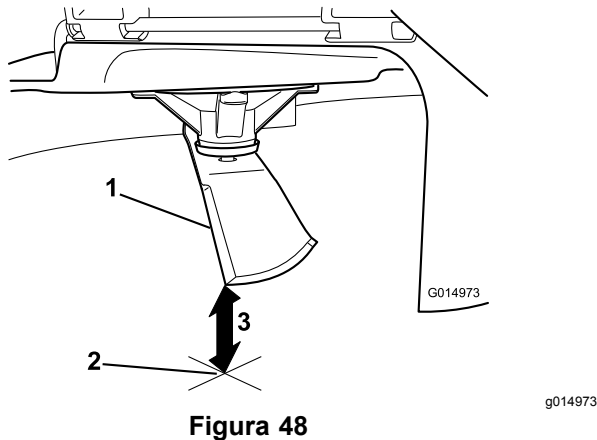

Figura 48
5. Mida desde la punta de la cuchilla hasta la superficie plana (Figura 48).
4. Retire el pasador de horquilla de la varilla de soporte delantera y retire la varilla del soporte de la carcasa (Figura 48). Baje cuidadosamente la parte delantera de la carcasa de corte al suelo.